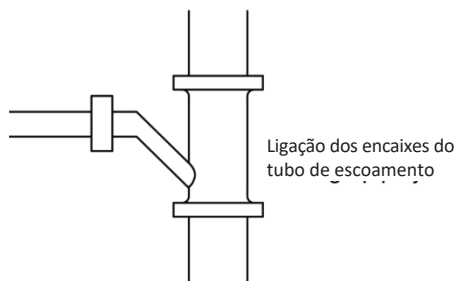

Fig. 4.13
- 8 O tubo horizontal pode ser ligado ao tubo vertical ao mesmo nível; escolha o modo de ligação conforme indicado nas Fig. 4.13 a 4.15.
- ①: Ligação das juntas dos tubos de drenagem (Fig. 4.13)